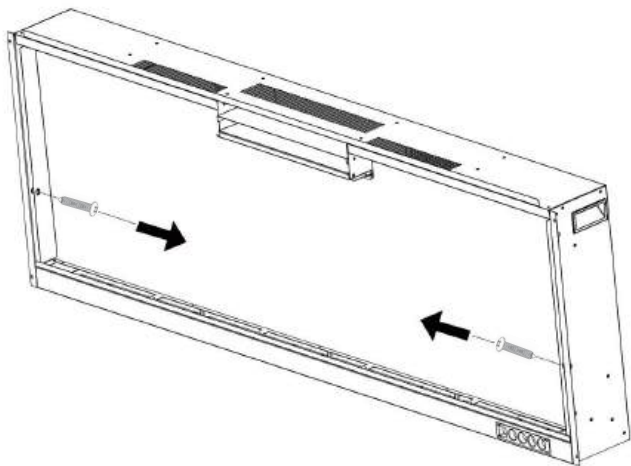

Fig. 2-1
A. Togliere le viti (1 per lato) dai lati del caminetto. Mettere da parte le viti (**Fig. 2-1**)